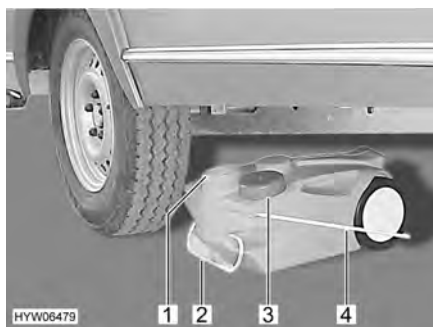

Fig. 158 Serbatoio delle acque grigie, mobile
- Chiudere l'apertura del serbatoio delle acque grigie (Fig. 158,1) con il coperchio (Fig. 158,3).
- Estrarre il serbatoio delle acque grigie tramite la maniglia (Fig. 158,2).
- Sollevare verso l'alto la maniglia da asporto (Fig. 158,4) e posizionare verticalmente il serbatoio delle acque grigie.